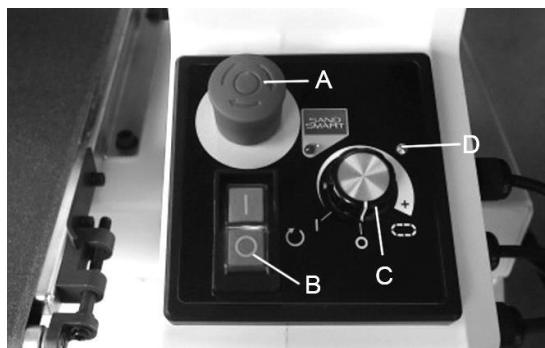

Рис. 8-1: панель управления
2. Сбросьте аварийный выключатель, повернув красную кнопку по часовой стрелке или потянув за нее (A, Рис. 8-1).
**Примечание:** если перед запуском двигателя регулятор скорости движения транспортерной ленты не установлен в положение ВЫКЛ. (OFF), то будет мигать индикаторная лампочка (D). Такая система оповещения помогает предотвратить непреднамеренный запуск транспортерной ленты. Если двигатель транспортера не работает, переведите регулятор (C) в положение ВЫКЛ. (OFF) и повторно установите скорость движения ленты.
3. Чтобы запустить двигатель барабана, включите переключатель Вкл./Выкл. (B).
4. Поворачивайте регулятор (C) по часовой стрелке, чтобы запустить транспортер и увеличить скорость движения ленты.